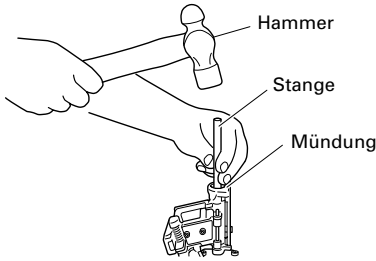

Abb. 11
- (1) Nehmen Sie die Nägel aus dem Magazin und öffnen Sie die Nagelführung. Führen Sie einen Stab in die Mündung ein und schlagen Sie leicht mit dem Hammer auf den Stab. (Abb. 11).